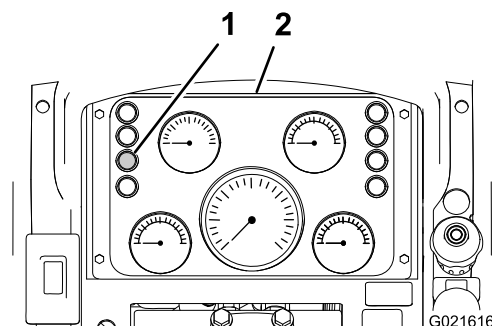

Figura 46
2. Controllate la spia filtro dell'aria ostruito sul gruppo strumentazione (Figura 46).